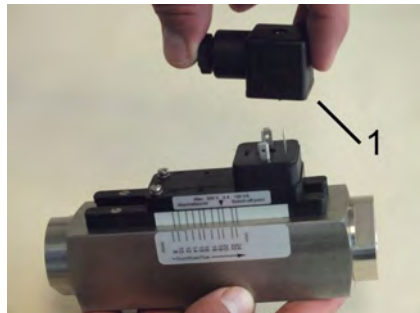

Abb. 66: Steckerdose abziehen
2. ➤ Steckerdose mit dazugehöriger Dichtung (Abb. 66/1) nach oben abziehen